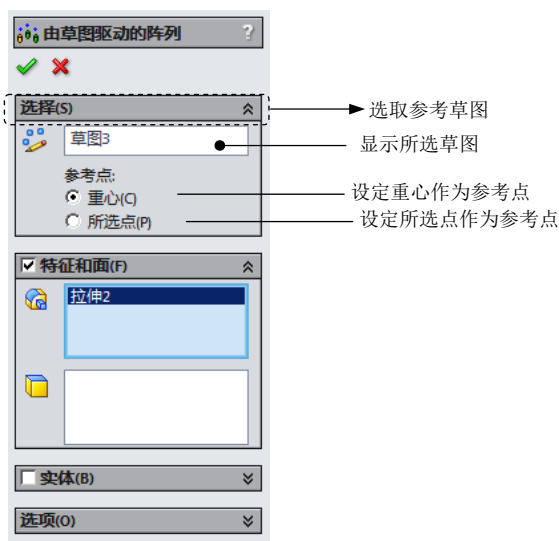

图 3.19.7 “由草图驱动的阵列”对话框
Step2. 选择命令。选取下拉菜单 **插入(I)**  **阵列/镜像(E)**   **草图驱动的阵列(S)** 命令，系统弹出图 3.19.7 所示的“由草图驱动的阵列”对话框。